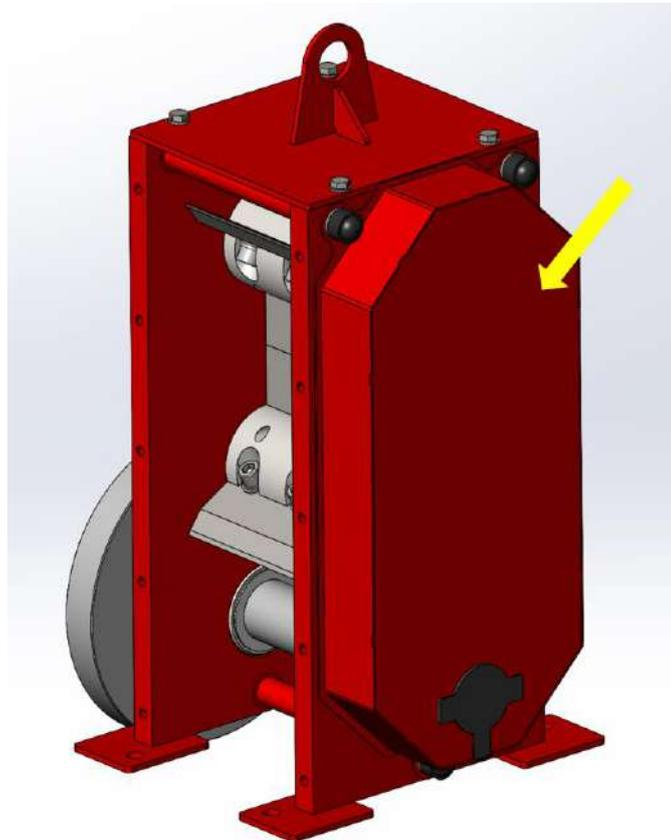

Рисунок 31. Кришка ріжучого модуля
3. Кромки двох протилежних ножів не сходяться в одній площині - один ніж переганяє інший. Це наслідок прокручування вала в конусній зажимній муфті. Прокручування вала можливе при значному перенавантаженні подрібнювача. Потрібно провести регулювання посадки валів на конусних муфтах. Доступ до конусних муфт, відкриється після зняття кришки, яка закриває шестерні (Рис.31).